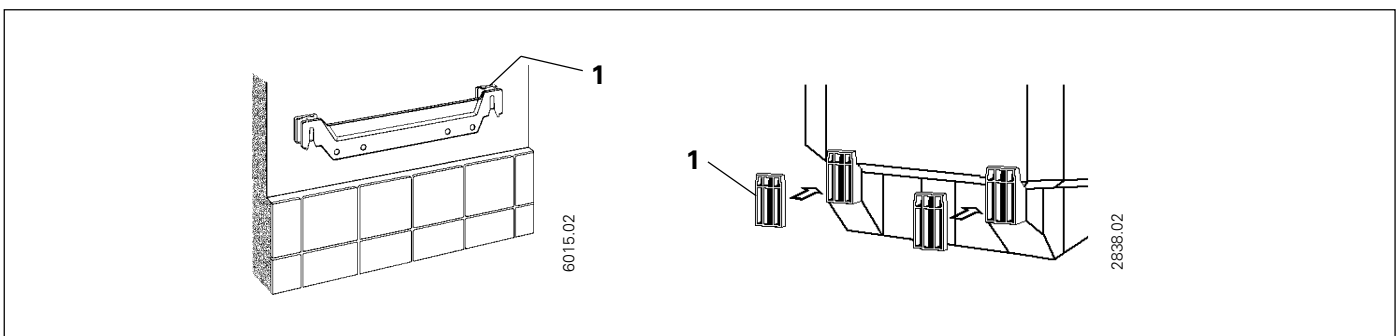

Abb. 5
- Wandunebenheiten durch beiliegende Distanzstücke (5 mm dick, Abb. 5, Pos. 1) ausgleichen.